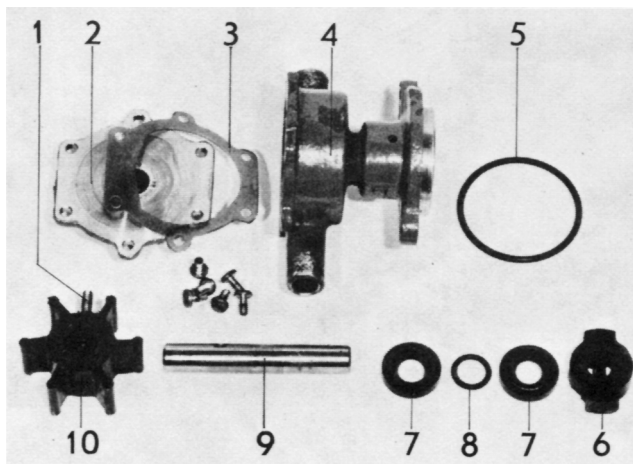

Fig. 51. Sjövattpump
1. Demontera locket från sjövattpumpen. **Se upp med eventuellt vattenintrång!** Drag med hjälp av två skruvmejslar ut axeln med pumphjul ur huset så mycket som behövs för att skruven (1, fig. 51) som håller hjulet går att skruva ur. **OBS!** Lägg skydd under skruvmejslarna så att pumphuset ej skadas.
1. Demontera sjövattpumpen. Se upp med eventuellt vattenintrång! Tag bort medbringaren (6, fig. 51)